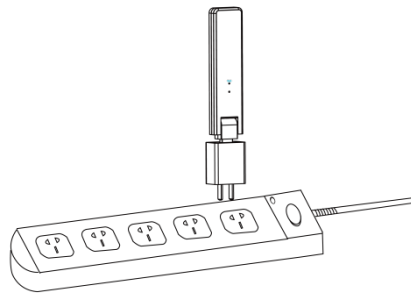

Abbildung 2
b. Achten Sie bei Verwendung einer Steckdoseneiste darauf, dass diese mindestens 1 m über dem Boden angebracht ist und versuchen Sie, die DTU in einem 90-Grad-Winkel senkrecht zum Untergrund zu installieren (Abbildung 2).